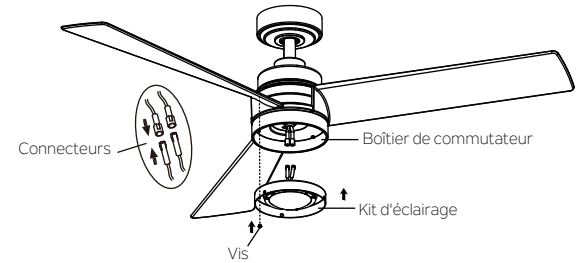

Fig. 20
Étape 2. Tenez le kit d'éclairage au niveau du boîtier de commutateur et connectez les fils BLANCS du kit d'éclairage et du ventilateur en rapprochant les connecteurs. Procédez de la même façon pour les fils NOIRS.(Fig. 20)
Étape 3. Rangez les connexions soigneusement dans le kit d'éclairage. Placez les deux trous oblongs sur le kit d'éclairage sur les 2 vis desserrées précédemment du boîtier de commutateur. Tournez le kit d'éclairage jusqu'à ce qu'il soit verrouillé en place à la section étroite des trous en forme de serrure. Sécurisez en serrant les 2 vis desserrées précédemment et celle qui a été retirée (Fig.20).